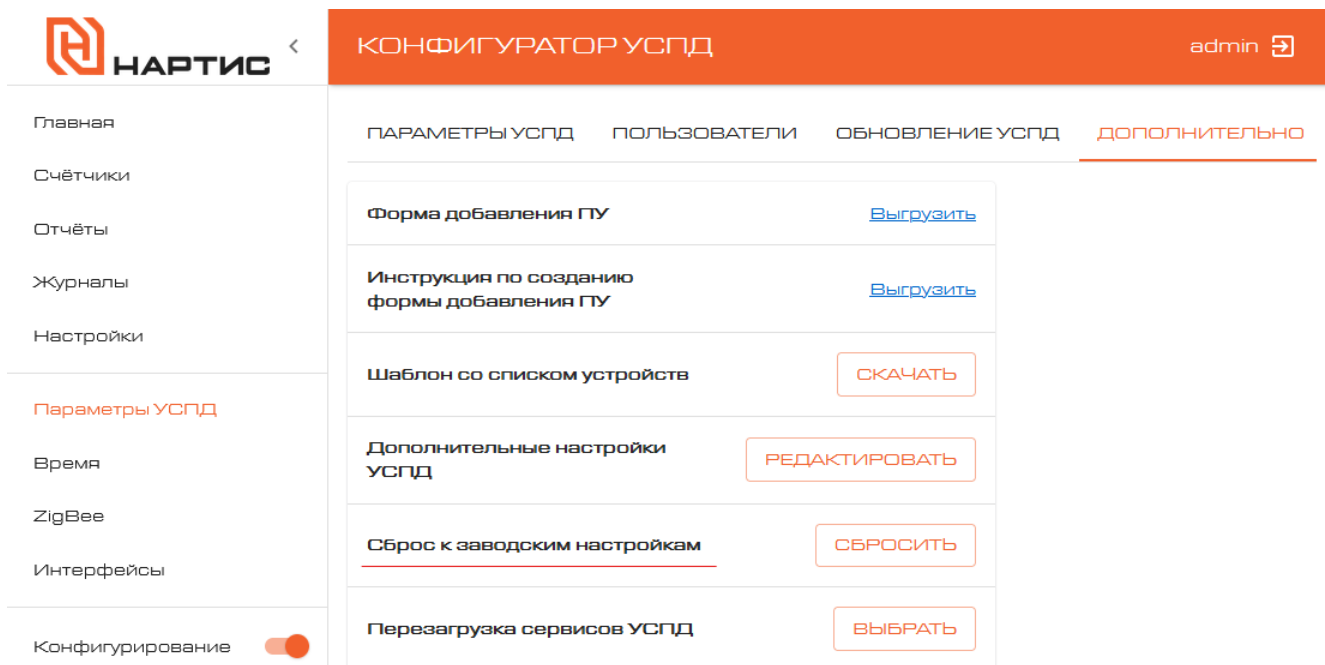

Рисунок 16 – Вкладка «ДОПОЛНИТЕЛЬНО» раздела «Параметры УСПД» в режиме Конфигурирование
- включить режим Конфигурирования (рисунок 16);